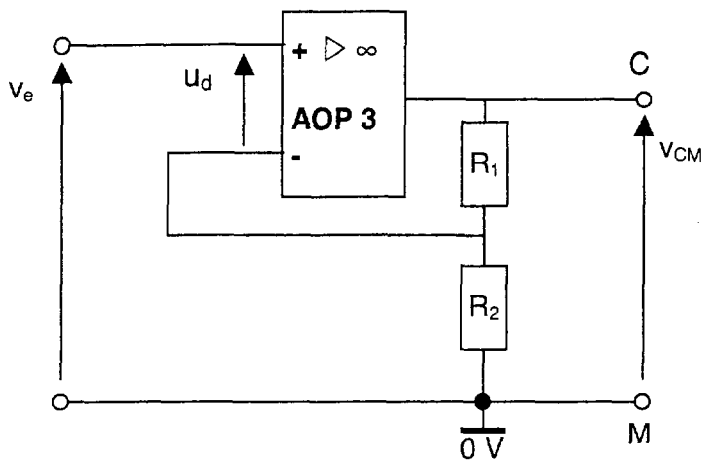

Figure 3.A
3.2.1 - Soit le schéma suivant représentant une partie de cet étage : voir **figure 3.A**.
Aux fréquences d'utilisation, l'impédance du condensateur  $C_1$  peut être considérée comme nulle.  $C_1$  n'apparaît donc pas sur le schéma **figure 3.A**.